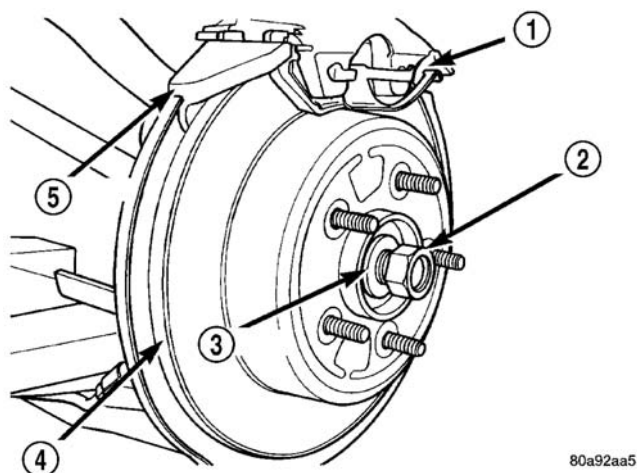

图 16 轮毂螺母和垫圈
(6) 从外等速万向节的短轴上卸下轮毂螺母和垫圈 (图 16)。
(7) 卸下将驱动轴内万向节安装到后动力传动系模块输出轴的 6 个螺栓。
(7) 清洁外等速万向节短轴上的所有杂质。在外等速万向节短轴上安装垫圈和轮毂螺母 (图 16)。
(8) 降下车辆。
(9) 施用手制动。这样，在紧固并按规定扭矩拧紧轮毂螺母和驱动轴内万向节与动力传动系模块的连接螺母时，可以不让驱动轴转动。
(10) 升起车辆。
(11) 紧固驱动轴内万向节至动力传动系模块输出轴的连接螺栓至 61 N·m (45 ft.lbs.) 的扭矩。
(12) 紧固外等速万向节轮毂螺母 (图 16) 至 244 N·m (180 ft.lbs.) 的扭矩。